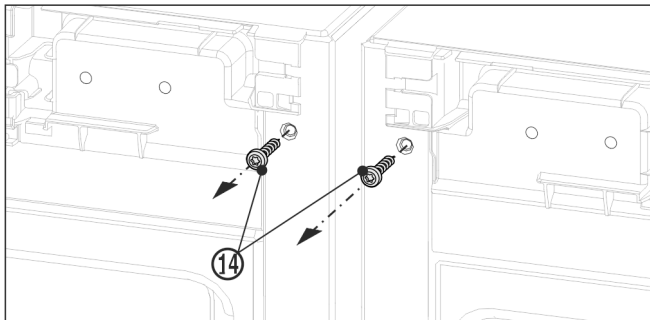

Fig. 12
- Înainte de montarea vinclului superior extrageți prin rotire cele două șuruburi pentru pământare Fig. 12 (14).